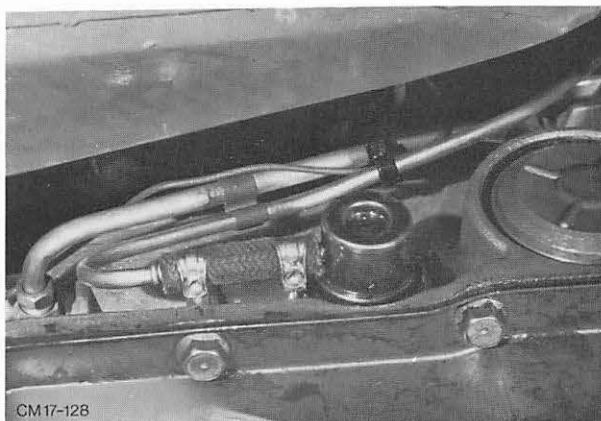

Abb. 25 Vacuummembrane
10. Unterdruckleitung von der Vacuummembrane abschließen. Abb. 25.